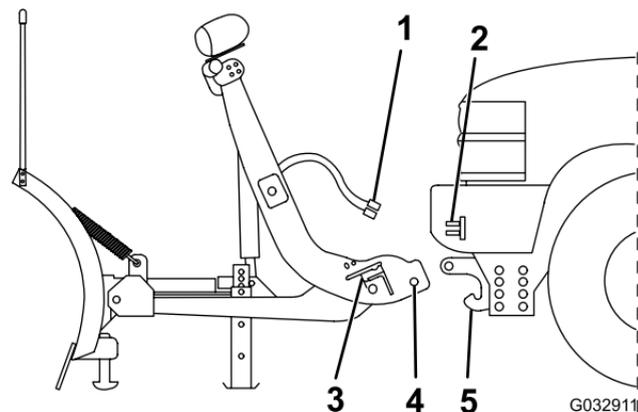

Figure 16
2. Alignez le véhicule avec le chasse-neige et avancez jusqu'à ce que la goupille inférieure rencontre le récepteur de goupille de la barre de poussée (Figure 16).
4. Retirez les chapeaux de protection des connecteurs électriques et branchez le faisceau du chasse-neige au faisceau du véhicule (Figure 16).